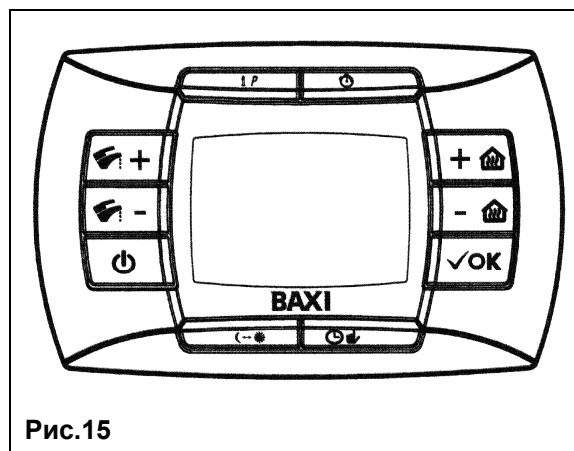

Рис.15
- нажать и держать нажатой кнопку и затем нажать (см. рис.15).